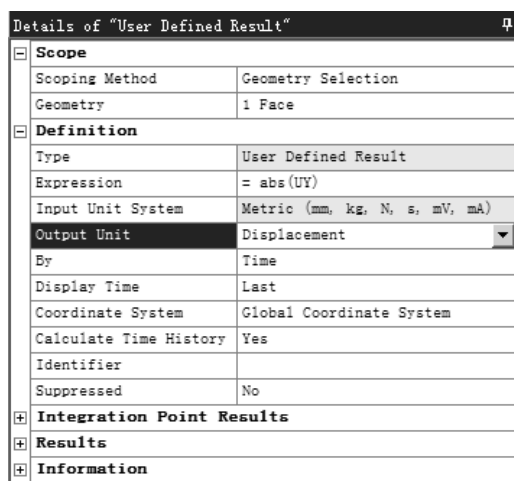

图 9.7.31 “Details of ‘User of Defined Result’”对话框
(1) 在“Outline”窗口中右击 **Solution (A6)** 选项,在弹出的快捷菜单中选择 **Insert** **User Defined Result** 命令,弹出图 9.7.31 所示的“Details of ‘User of Defined Result’”对话框。